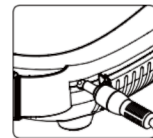

Rys. 1
- * Podłączyć koniec węża z gwintem do wylotu pompy powietrza i dokręcić go, obracając w kierunku zgodnym z ruchem wskazówek zegara (rys. 1).